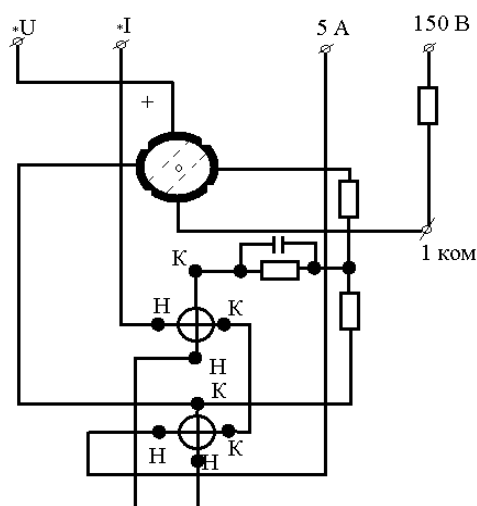

Рис. 1
2. Определить цену деления астатического ваттметра (рис. 1), шкала которого разбита на  $150$  делений, а параллельная обмотка рассчитана на  $30$  ма, если напряжение подведено: а) к зажиму  $150 В$ ; б) к зажиму  $1 кОм$ .